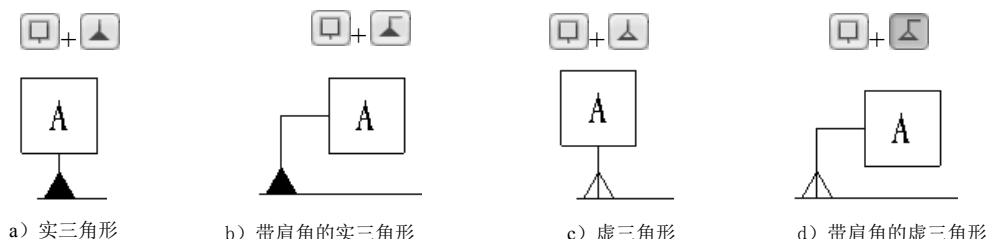

图 6.4.3 “方形”基准特征样式
- ☒  (方形) 按钮: 按下该按钮, 将激活两种引线样式及四种基准样式: “实三角形” 、“带肩角的实三角形” 、“虚三角形”  和“带肩角的虚三角形” 。“方形”按钮  与四种基准样式的组合如图 6.4.3 所示。